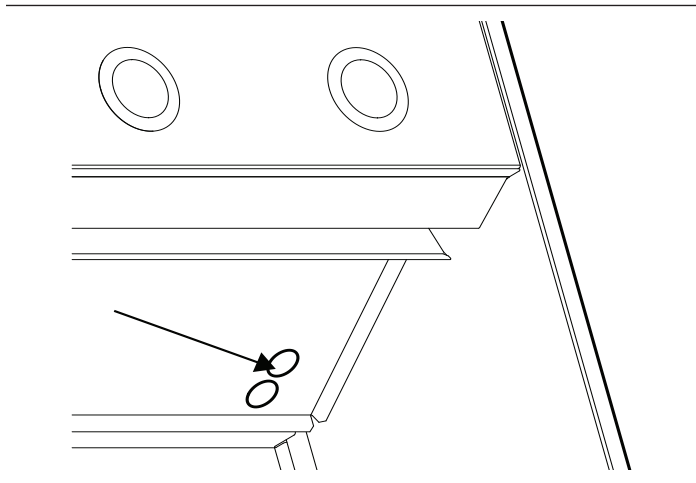

Figure 18 : Acheminement des fils au travers du bâti
- Faites passer le faisceau dans le trou de la pièce principale du bâti (*Figure 18*).